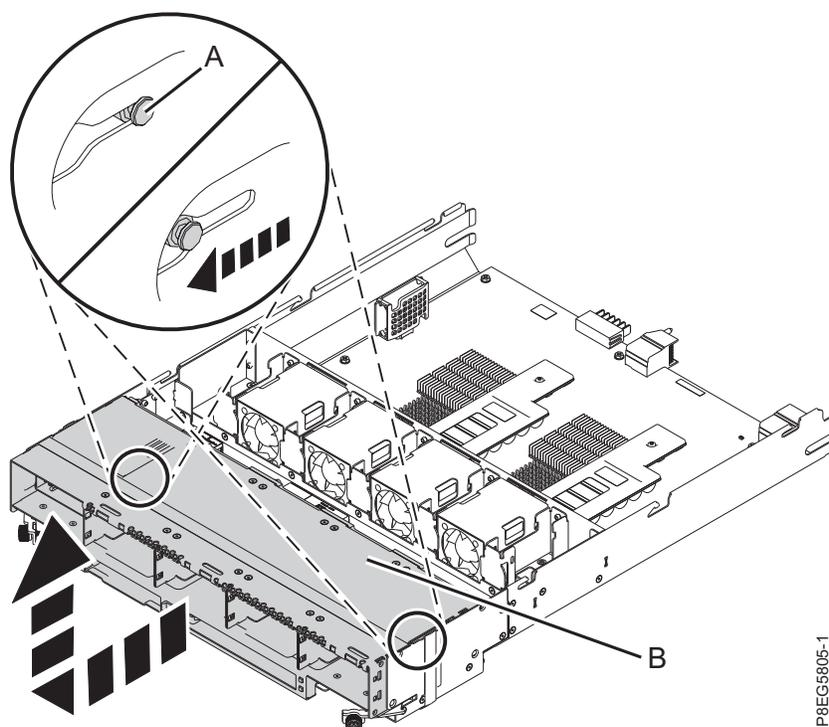

Figura 13. Removendo o painel traseiro da unidade de disco
13. Segure o painel traseiro da unidade de disco (**B**) com as duas mãos e puxe-a em sua direção até que os pinos (**A**) no lado inferior do painel traseiro da unidade de disco liberem o slot do conjunto RAID. Em seguida, erga o painel traseiro da unidade de disco para removê-lo, conforme mostrado na Figura 13 na página 13.